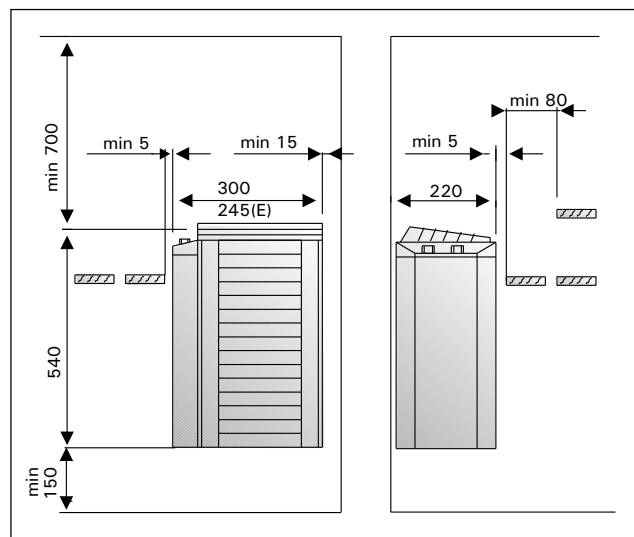

Figura 5. Distanze di sicurezza dalla stufa
- La collocazione della stufa ottempera ai requisiti minimi relativi alle distanze di sicurezza indicati alla figura 5 e nella tavola 1?